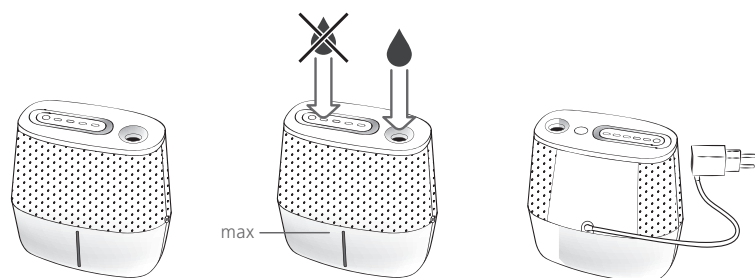

Рис. 2
5. Наполните резервуар водой до уровня, не превышающего отметку max, через специальное отверстие на верхней части корпуса (см рис. 2). Температура воды не должна превышать 40 °С.